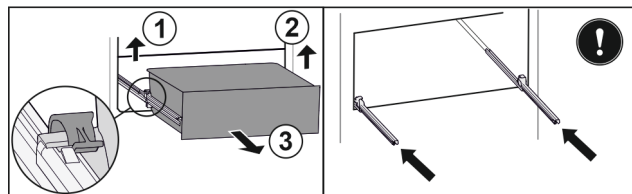

Fig. 62
- ▶ Приподнимите левый зажим и одновременно вытяните движением вперед выдвижной ящик слева. Fig. 62 (1)
- ▶ Приподнимите правый зажим и одновременно вытяните движением вперед выдвижной ящик справа. Fig. 62 (2)
- ▶ Извлеките выдвижной ящик движением вперед. Fig. 62 (3)